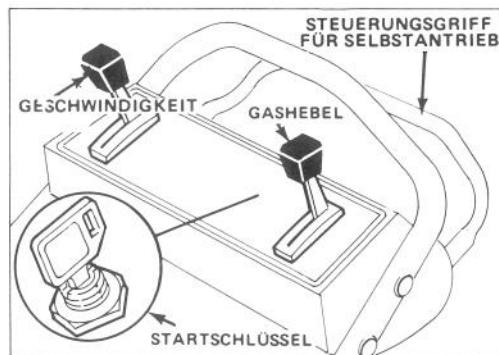

Bild 7
1. STEURVORRICHTUNG — Startschlüssel (Elektrostart - Modell), Gashebel, Geschwindigkeitshebel und Antriebshebel befinden sich am oberen Griff (Bild 7). Seilstarter befindet sich am Motoroberteil.
2. Kabel auf Zündkerze schieben und bei Modellen mit Selbstantrieb den Geschwindigkeitshebel auf "N" einstellen (Bild 7).
4. STARTEN MIT E-START — Gashebel (Bild 7) auf CHOKE stellen. Startschlüssel (Bild 7) auf START drehen und bei Anlaufbeginn des Motors loslassen.
6. STOPPEN (Bild 7) — Zum Stoppen des Fahrbetriebs den Antriebshebel loslassen. Bei Selbstantriebsmodellen den Geschwindigkeitshebel auf "N" stellen. Zum Stoppen des Motors den Gashebel auf OFF (AUS) stellen. Schlüssel aus dem Schalter entfernen bzw. Draht von Zündkerze ziehen, wenn der Mäher unbeaufsichtigt oder nicht in Gebrauch ist.